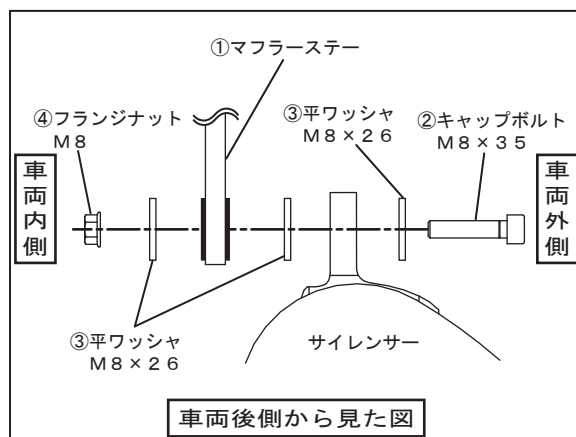

FIG. 3
6. 手順4で取り付けした①マフラスターに、②キャップボルト M8×35、③平ワッシャ M8×26、④フランジナット M8 を使用してサイレンサーを仮締めして下さい。(FIG. 3 参照)